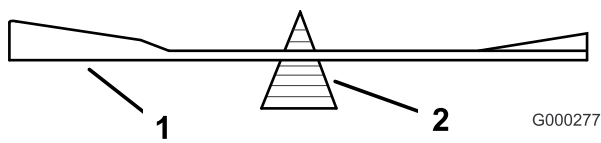

Figura 53
2. Controllate il bilanciamento della lama posizionandola su un bilanciatore (Figura 53). Se la lama rimane in posizione orizzontale, è bilanciata e può essere utilizzata. Se la lama non è bilanciata, limate del metallo soltanto dalla costa (Figura 53). Ripetete la procedura finché la lama non è perfettamente bilanciata.
Importante: Perché tagli correttamente, la costa della lama deve essere rivolta in alto, verso l'interno del tosaerba (Figura 53).
1. Montate la lama, il rinforzo, la rondella curva e il bullone della lama al fusello (Figura 53).